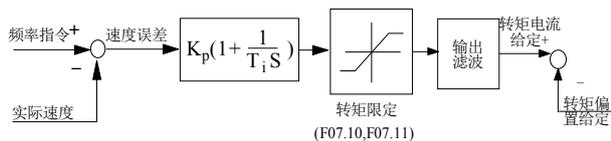

图6-31 速度调节器简化图
- 1. 速度调节器（ASR）的构成如图 6-31 所示。图中  $K_p$  为比例增益 P， $T_i$  为积分时间 I。